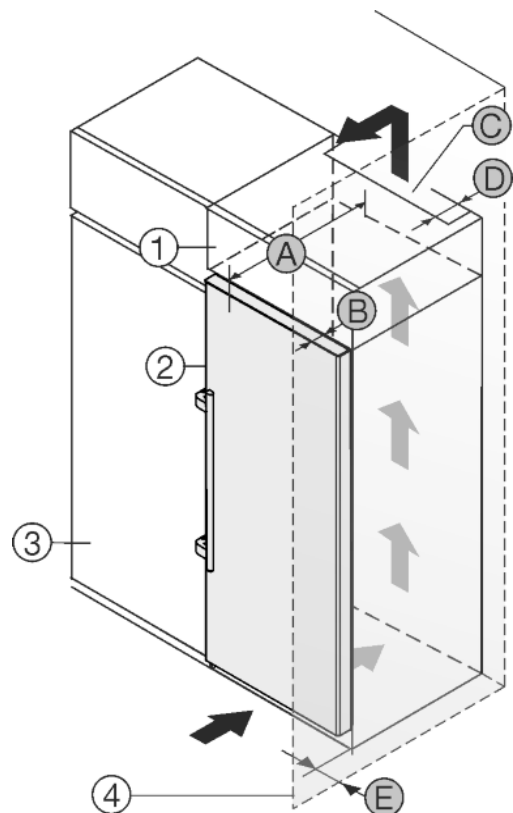

Fig. 24
A készüléket körbe lehet építeni konyhaszekrényekkel. Rá lehet szerelni egy rátétszekrényt Fig. 24 (1), hogy a készüléket Fig. 24 (2) a konyhabútorok magasságához igazítsa.
A készüléket közvetlenül a konyhaszekrény Fig. 24 (3) mellett is felállíthatja. Ahhoz, hogy az ajtókat teljesen ki tudja nyitni, a készüléknek a konyhaszekrény elülső oldalához képest legalább a mélységnek Fig. 24 (B) megfelelően ki kell állnia. A konyhaszekrények mélységétől és a fali távolságtartók használatától függően a készülék nagyobb mértékben is kiállhat.
- A rátétszekrény hátoldalán egy mélységű Fig. 24 (D) szellőző aknát kell a rátétszekrény teljes szélességében kialakítani.
- A mennyezett alatt be kell tartani a szellőző keresztmetszetet Fig. 24 (C).
Mikor a készüléket a csuklópántokkal egy fal Fig. 24 (4) mellett állítja fel, akkor a készülék és a fal közti távolságot Fig. 24 (E) be kell tartani. Ez nyitott ajtó esetén megfelel a fogantyú túlnyúlásának.